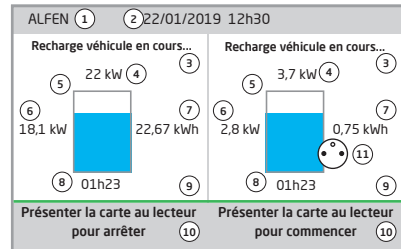

Figure 2 : Affichage de l'Eve Double Pro-line FR pendant la charge simultanée avec la prise Type 2 et l'E-socket
- ③ Informations d'état.
- ④ Capacité de recharge maximale de la sortie.
- ⑤ Témoin d'état (symboles, voir figure 2)
- ⑥ Puissance de recharge actuelle vers le véhicule connecté.
- ⑦ Énergie consommée pendant la transaction en cours.
- ⑧ Durée de la transaction en cours.